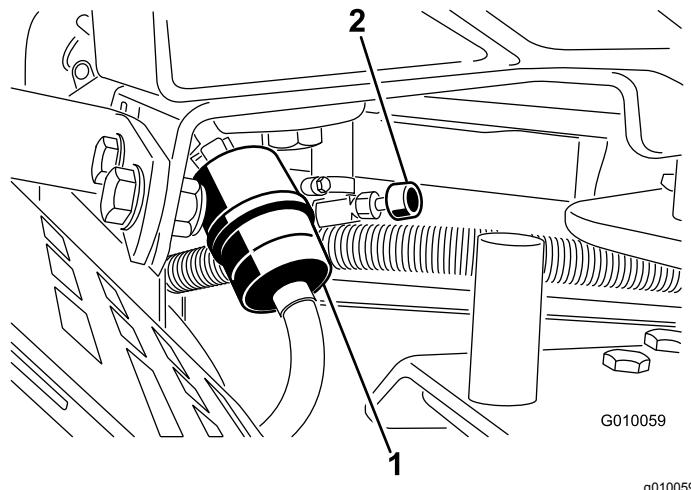

Figura 50
2. Feche a válvula de corte de combustível (Figura 50).
3. Aperte as pontas dos grampos da tubagem e afaste-as do filtro (Figura 50).
5. Instale um filtro novo e coloque as braçadeiras junto ao filtro (Figura 50).
7. Abra a válvula de corte de combustível (Figura 50).
3. Desaperte a braçadeira de tubos no filtro de combustível e deslize-o para cima do tubo de combustível, afastando-o do filtro (Figura 50).
4. Puxe o tubo do combustível do filtro do combustível (Figura 50). Abra a válvula de corte do combustível e deixe o combustível escoar para um recipiente de combustível ou um recipiente de escoamento.
5. Instale o tubo de combustível no filtro. Deslize a braçadeira de tubos para perto do filtro de combustível para prender o tubo de combustível (Figura 50).